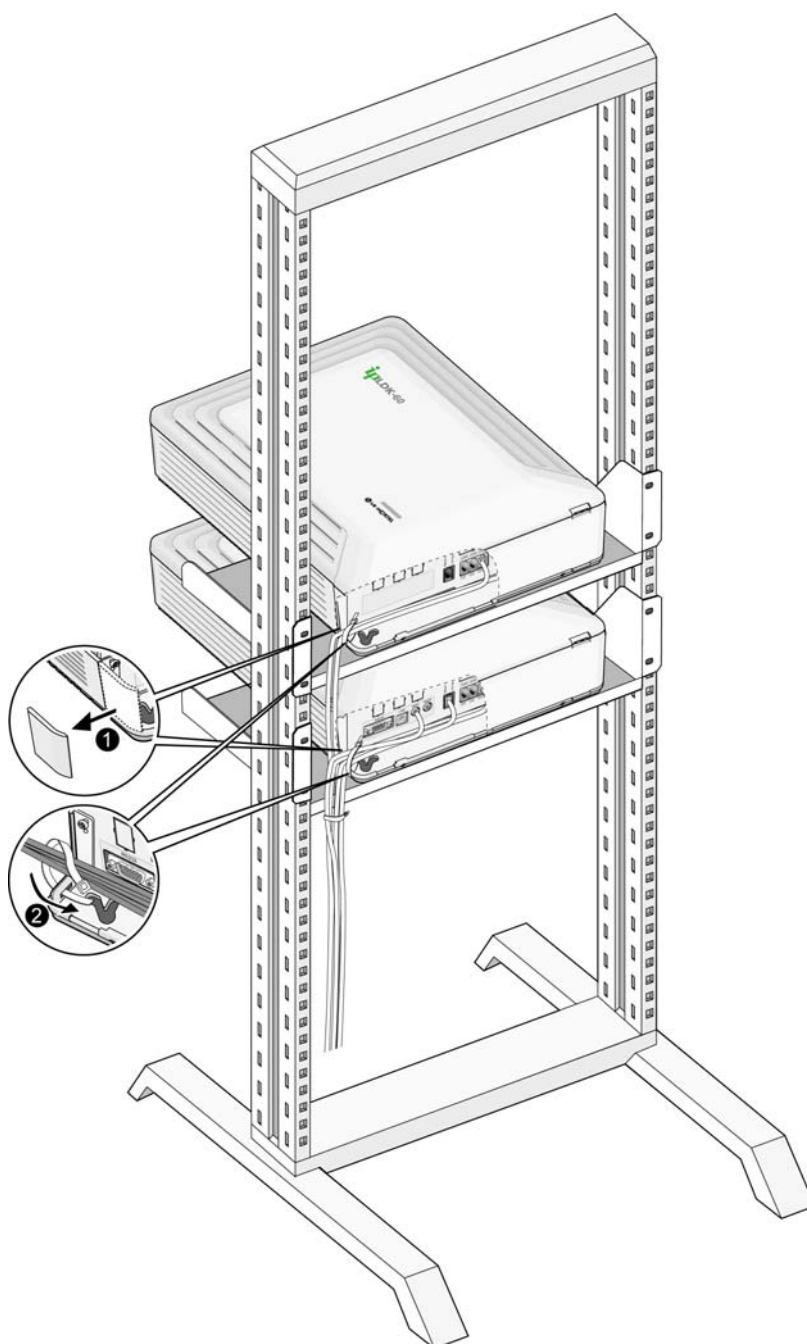

FIGURA 5.2.2 FIAÇÃO DE MONTAGEM EM GABINETE
2. Conecte os cabos à porta CO/STA e as portas MOH/RS-232C como mostrado na Figura 5.2.2.